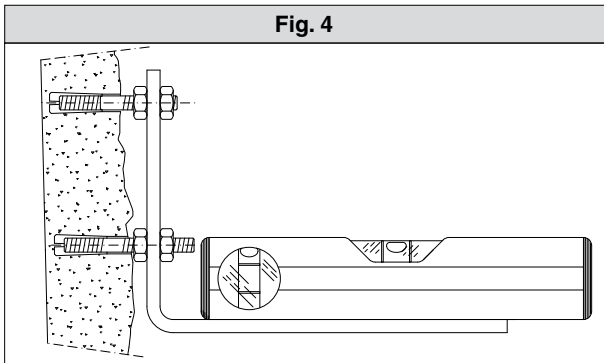

Fig. 5
- Fixe o motorreductor à placa com os 4 parafusos orientando o motorreductor como direito ou esquerdo (fig.5).